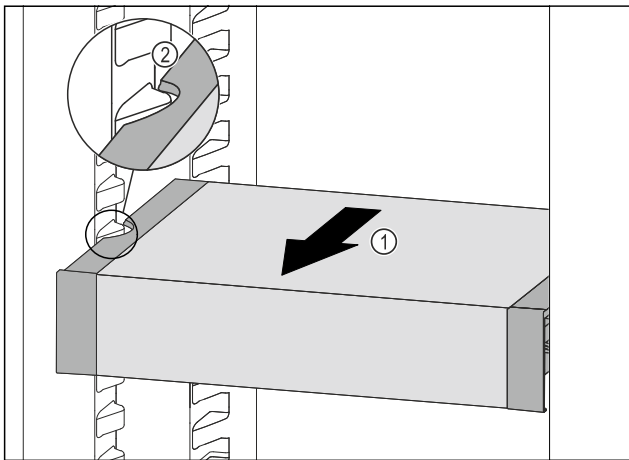

Fig. 170
- ▶ Вытягивайте VarioSafe вперед Fig. 170 (1), пока боковые выемки VarioSafe не окажутся на высоте выступа резервуара в холодильном отделении. Fig. 170 (2)